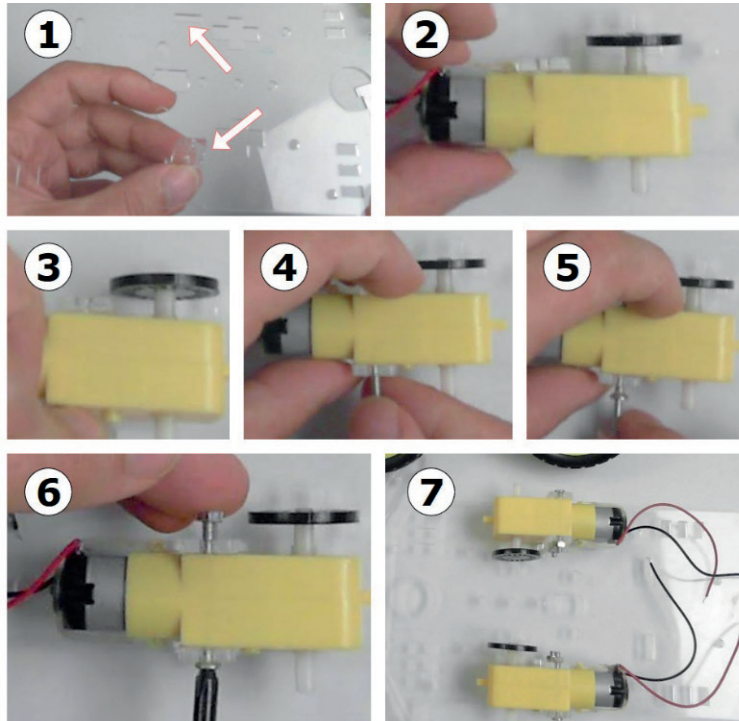

Рис. 6.23. Пластиковая опора двигателя
Для того чтобы установить двигатель посредством пластиковых опор, сначала найдите прорези для крепления, как показано на рис. 6.23.
1. Стрелки на рис. 6.23 указывают на нужные прорези. Вставьте пластиковые опоры в прорези.